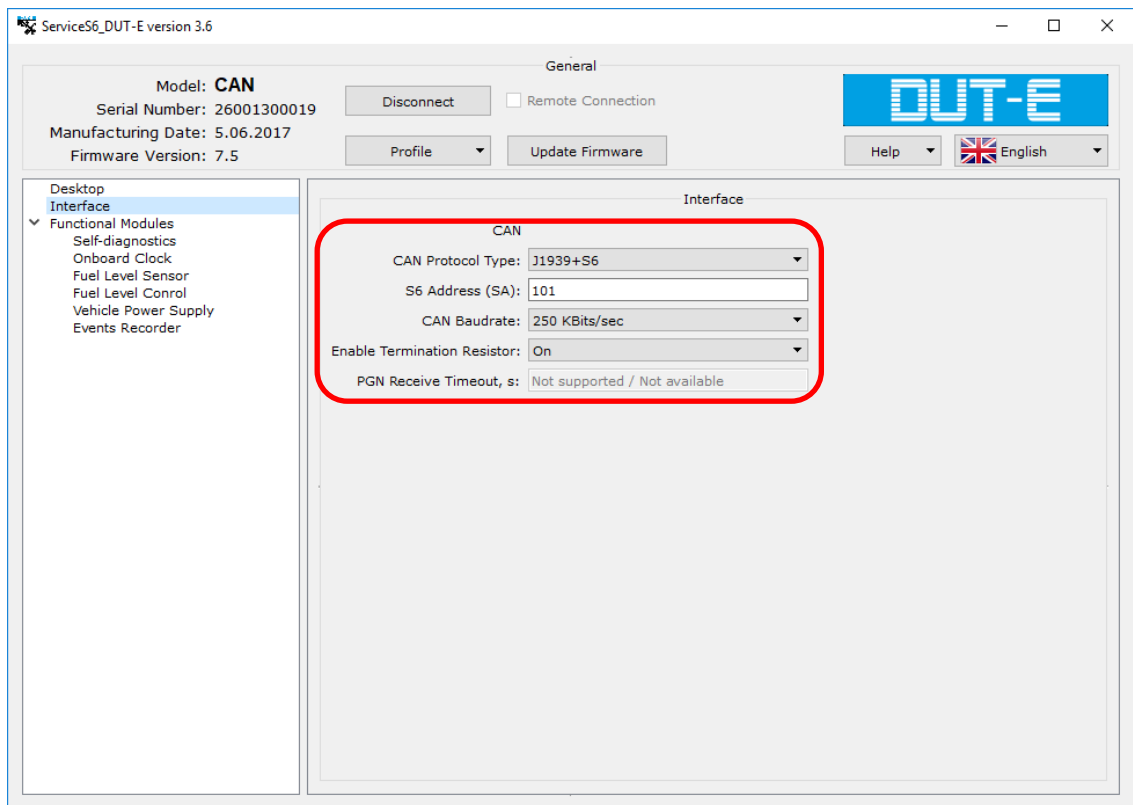

Рисунок 1
- 3.1.1. Для передачи данных с датчика уровня топлива необходимо произвести настройки (Рис. 1, 2):